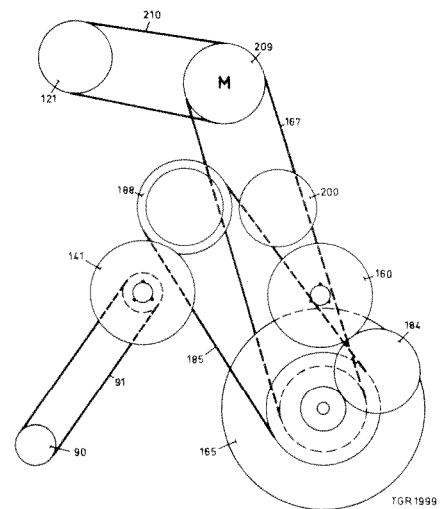

Fig. 7
Het mechanische gedeelte (loopwerk) is voornamelijk samengebracht op klapchassis pos. 515. Het bestaat in hoofdzaak uit motor + poelie pos. 209, vliegwiel pos. 165, rechter en linker spoelschotel pos. 160 en 141, en de drie tussenwielen pos. 184, 188, 200 (zie fig. 7).
Situatie in rusttoestand (zie fig. 7 en 8)